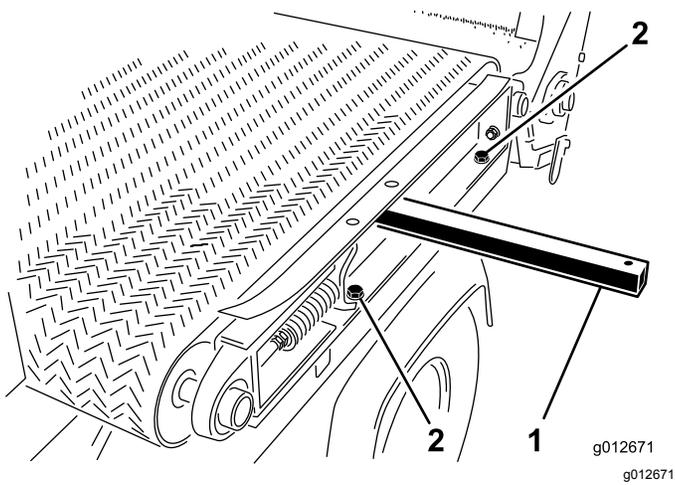

图29
5. 在机器左侧卸下将滑行机架轨道固定至左挡泥板上的2个平头螺丝和2个垫圈图29。
1. 将提升杆插入滑行机架轨道左侧的孔中提起提升杆以轻微倾斜机架轨道请参阅 拆除滑行滚道 \(页码 18\) 中的 图29。